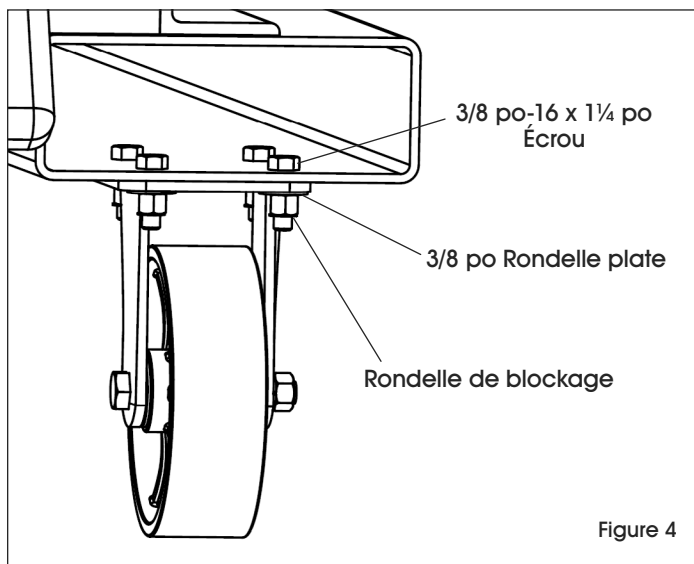

Figure 4
5. Fixez les roulettes à l'extrémité exposée de chaque entrée pour fourche. (Voir Figure 4)